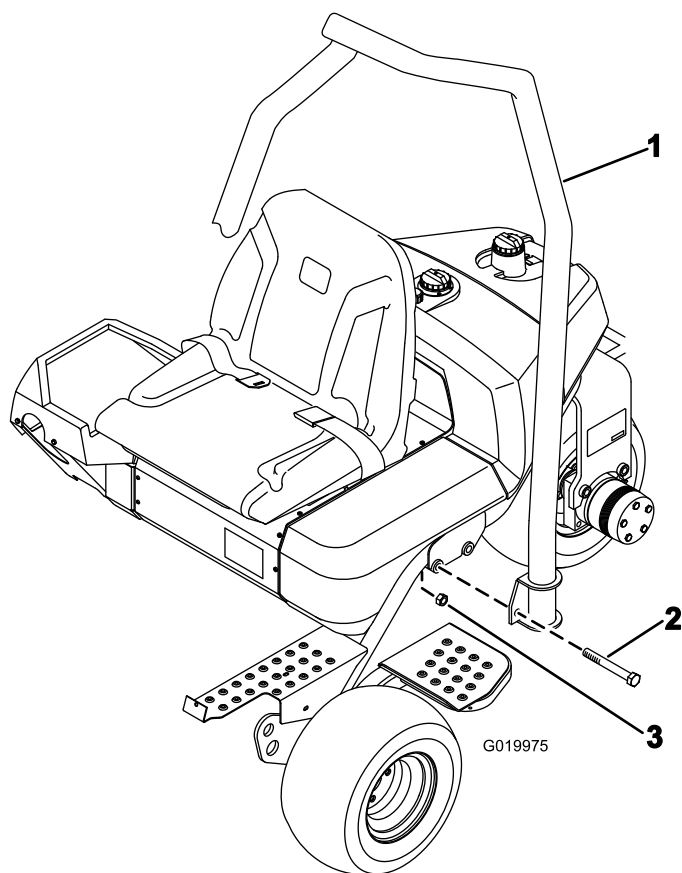

図 7
1. ROPS の上部の湾曲部が機体の前方を向くようにROPSを配置する 図 7。
2. ROPS をフレームの上に降ろし、取り付け穴に整列させる 図 7。
3. ROPS の左右それぞれをフレームに固定するボルト2本 $\frac{5}{8}$ x 4 $\frac{1}{2}$ インチと、ロックナットを 図 7 のように使用する。183-223 N.m 1.2-1.5 kg.m = 135-165 ft-lbにトルク締めする。